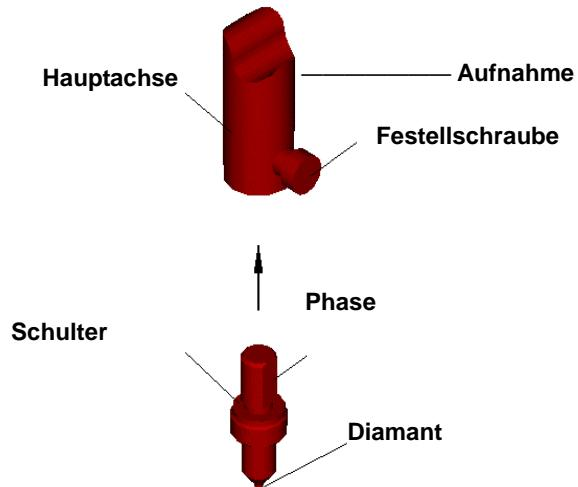

Abbildung 5-2 Einbau des Stempels
1. Säubern Sie zuerst den Schaft/Phase des Stempels und die Bohrung in der Hauptachse/Aufnahme. Setzen Sie dann den Schaft darin ein. Die Schaftoberfläche/Phase muss wie in **Abbildung 5-2** gezeigt in die Bohrung der Hauptachse eingeführt werden.